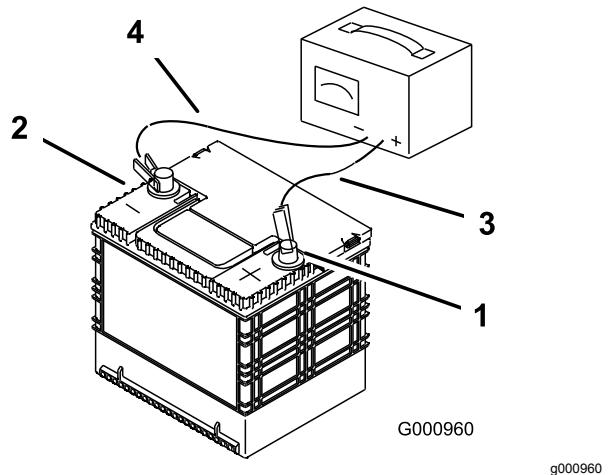

Figure 57
- Quand la batterie est chargée au maximum, débranchez le chargeur de la prise, puis débranchez les fils du chargeur des bornes de la batterie (Figure 57).